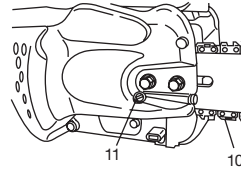

Fig. 5
7. Levantar el extremo de la barra y apretar la cadena (10) girando el tornillo de ajuste de tensión (11) en el sentido de las agujas del reloj. Para comprobar la tensión correcta se levantará ligeramente el centro de la cadena, debiendo existir un juego alrededor de 0,5 - 1,0mm entre la barra y el borde del eslabón impulsor (12). (Fig. 5, 6)